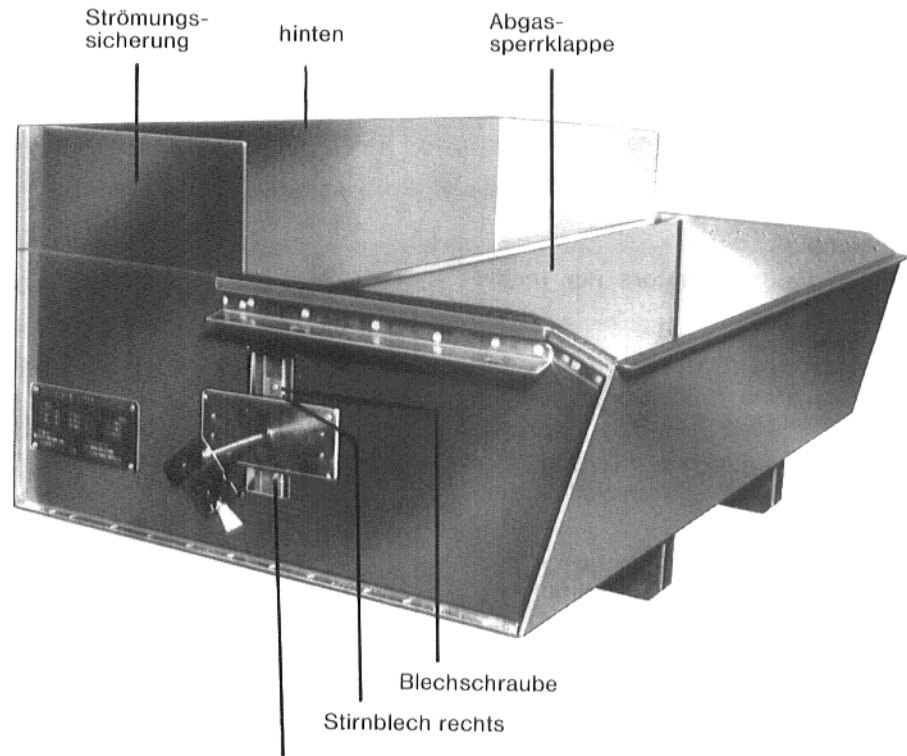

Abb. 17 Blechschraube
- Abgassperrklappe senkrecht stellen (Abb. 17).
- Stirnblech rechts, durch die rechte Seitenwand der Strömungssicherung stecken und mit 2 Blechschrauben an der Abgassperrklappe anschrauben (Abb. 17).